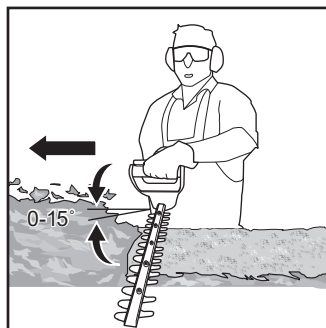

Fig. 6
6. Après la taille des côtés, passer à la partie supérieure. Essayer de maintenir le dispositif de coupe incliné à environ 15° de la surface de coupe (Fig. 6).